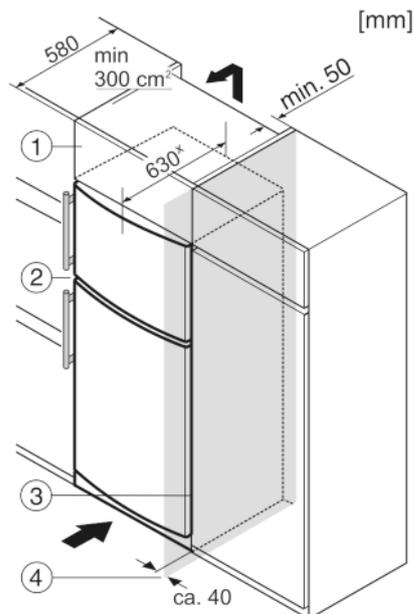

Fig. 10
Устройство может быть окружено кухонными шкафами. Чтобы уравнять устройство Fig. 10 (2) по высоте с кухонной стенкой, можно установить над устройством дополнительный шкафчик Fig. 10 (1).
При комбинировании с кухонными шкафами (глубина макс. 580 мм) устройство можно установить непосредственно рядом с кухонным шкафом Fig. 10 (3). Устройство выступает сбоку на 34 мм\* и по центру на 50 мм\* относительно передней стенки кухонного шкафа.
Если устройство установлено на шарнирах у стены *Fig. 10 (4)*, то расстояние между устройством и стеной должно быть не менее 40 мм. Настолько выступает ручка при открытой двери.